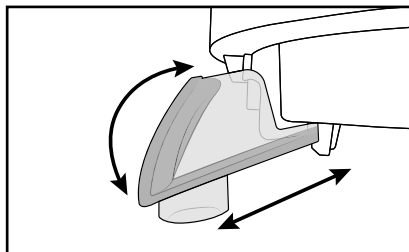

Fig. 1
- 1) Sæt pulpbeholderen **6** ind i holderen på saftbeholderen **5**, der passer. Lige overfor skal saftudløbet **11** være anbragt. Sæt den først ind i den lille åbning på saftbeholderen **5** med krogen, klap den så op, og sæt den ind i holderen (se fig. 1).
- Sluk for produktet på tænd-/sluk-knappen ⑨.
- Rengør soklen ⑦, sugefødderne ⑩ og ledningen ⑧ med en let fugtet klud. Hvis snavset sidder meget fast, kan du bruge lidt opvaskemiddel og tørre efter med en let fugtet klud.
- Før du rengør tilbehørsdele med vand, skal du børste rester af frugt eller grøntsager groft af med rengøringsbørsten ⑭ og tømme pulpbeholderen ⑥.
- Tag saftudløbet ⑪ af saftbeholderen ⑤ for at rengøre den (se fig. 1).
- Rengør stopperen ①, saftbeholderen ⑤, saftudløbet ⑪, låget ③ og pulpbeholderen ⑥ i varmt opvaskevand, og skyl delene omhyggeligt med rent vand bagefter.